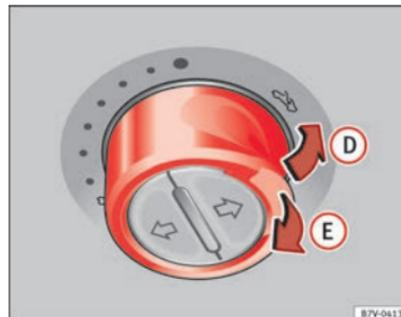

Abb. 59 An der Innenseite des Formhimmels: Schalter drücken und ziehen zum Ausstellen und Schließen des Dachs.
| ⇒ Abb. 59 | | |
- *Panorama-Schiebedach*: Innerhalb von etwa 5 Sekunden nach dem Auslösen der Kraftbegrenzung den Schalter hinten so lange ziehen ⇒ Abb. 59 (Pfeil E), bis das Panorama-Schiebedach vollständig geschlossen ist.